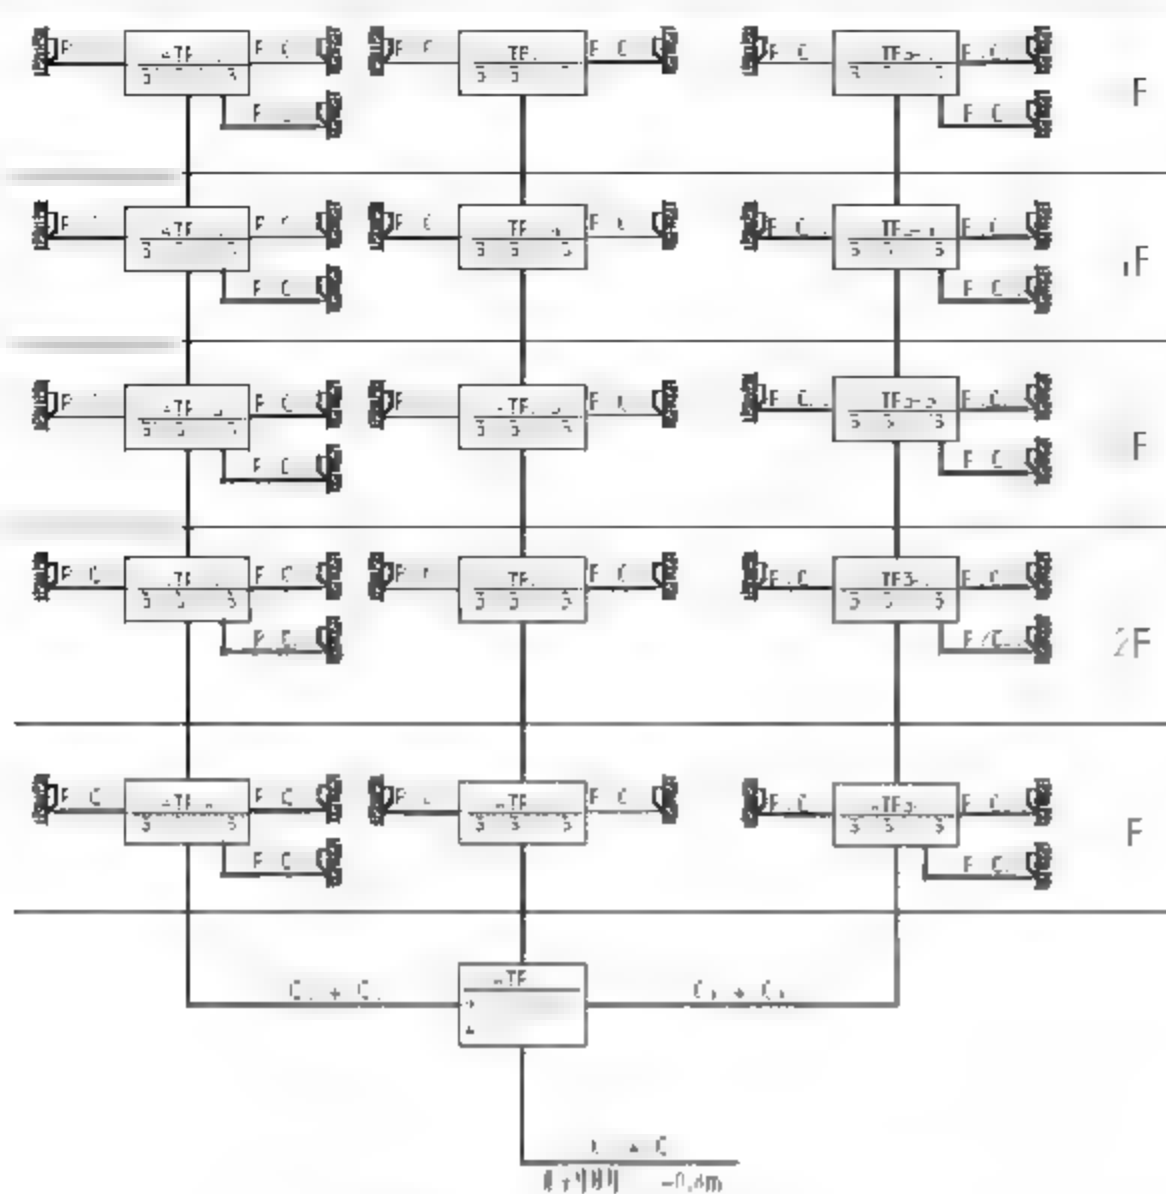

图13-27 标注文字
**01** 调用MT【多行文字】命令，绘制标注文字如图13-27所示。